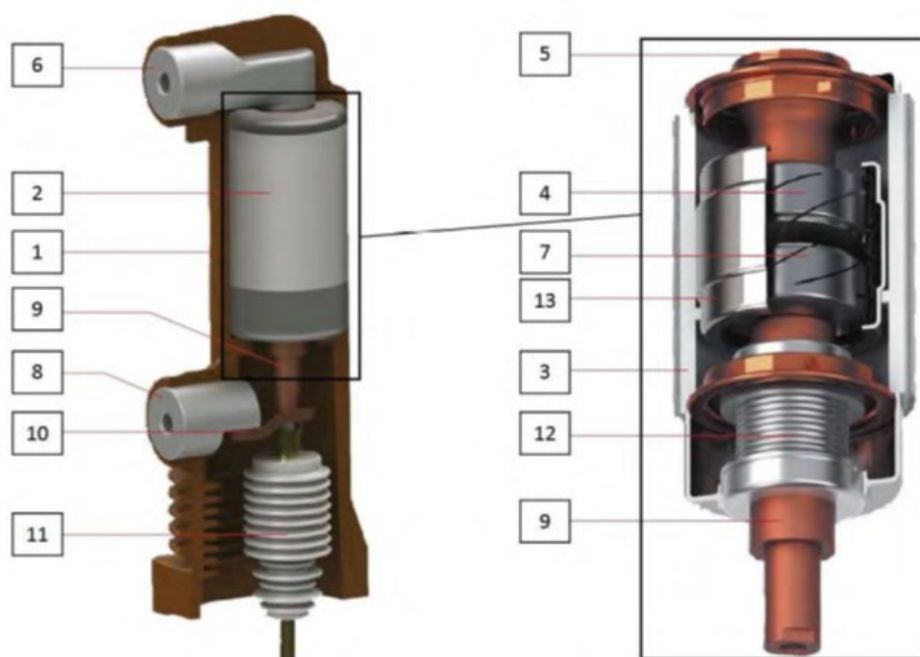

Рисунок 2 – Полюс главной цепи и ВДК.
1.4.1.2 Полюс главной цепи (рисунок 2) представляет собой монолитный несущий корпус 1 из эпоксидного компаунда, внутри которого находится ВДК 2.